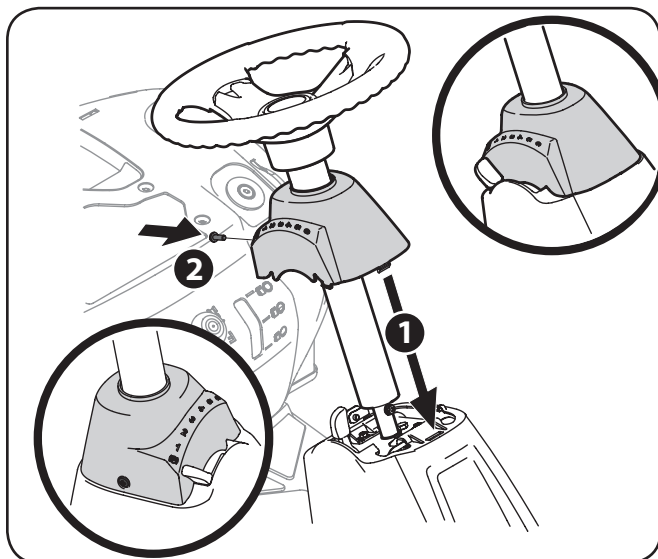

Figura 3-3
6. Deslice la tapa del Pedestal sobre el tractor (1) y sujétela en su lugar. Sujete el pedestal con el tornillo de cabeza hexagonal (2) del paquete de elementos de ferretería. Vea la Figura 3-3.